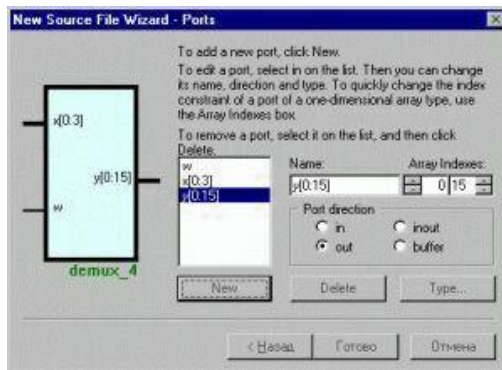

Рисунок 3.2 – New Source File Wizard. Задавання портів
3.5 Третій крок найвідповідальніший. Тут задаються порти, їх типи і режими роботи. Наш демультиплексор повинен мати один інформаційний вхід *w*, три входи керування *X* і вісім виходів *Y* (рис. 3.2).